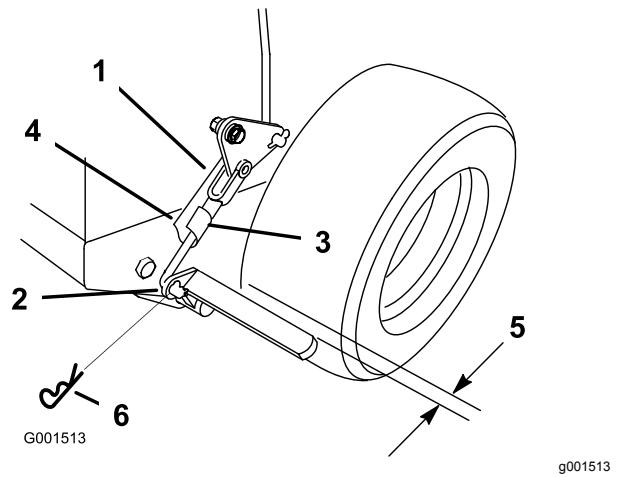

Figure 44
3. Enlevez la goupille fendue élastique de la biellette de frein inférieure (Figure 44).
4. Tournez la biellette de frein inférieure dans le sens horaire dans la chape pour serrer le frein de stationnement ; tournez la biellette de frein dans le sens antihoraire hors de la chape pour desserrer le frein de stationnement (Figure 44).
Remarque: Lorsque le frein de stationnement est desserré, un espace d'environ 6 mm doit exister entre le pneu et la barre plate (Figure 44).
5. Fixez la biellette inférieure au levier de frein inférieur avec la goupille fendue et l'axe de chape (Figure 44).